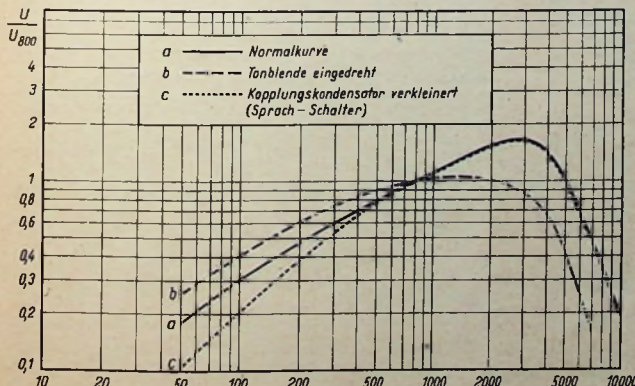

Bild 16. Frequenzkurven des Ni-Teiles
7. Regelbare Tonfrequenzspannung an 16...5 anschließen. Eingangsspannung stets 1 Volt, Belastung 7000 Ω, Schalterstellung „NF“. Ausgangsspannungen für Frequenzen von 40 bis 10 000 Hz aufnehmen. Sämtliche Werte durch den Spannungswert für 800 Hz dividieren und in doppelt logarithmischem Maßstab zeichnen. Im Modell ergab sich die Kurve a in Bild 16. Es ist deutlich der Verlust der tiefen Töne durch die zu kleine Drossel im Ausgang zu erkennen.
8. Kopplungskondensator 10 000 pF vor dem Gitter der Endröhre auf 500 pF verkleinern und neue Kurve aufnehmen (Bild 16, Kurve c). Ergebnis: Tiefe Töne wer-
9. Tonblendenwirkung untersuchen. Kapazität von 500 pF zwischen 42...5 anschließen und Frequenzkurve aufnehmen. Ergebnis: (Bild 16, Kurve b): Hohe Töne werden unterdrückt und die Tiefen dadurch scheinbar angehoben.